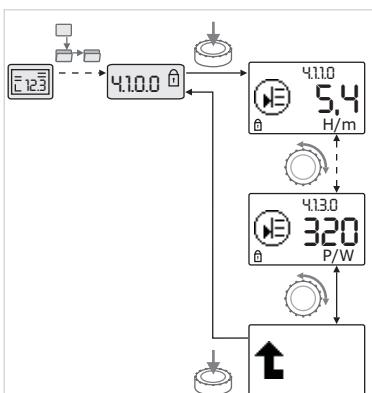

Fig. 46: Hentning af informationer
- Gå til menuelementer af typen "information" i den aktuelle undermenu ved at dreje på betjeningsknappen (se Fig. 46). Forklaringer til de indstillinger, der repræsenteres af symboler, se tabellen i kapitel 8.7 "Reference menuelementer" på side 239.